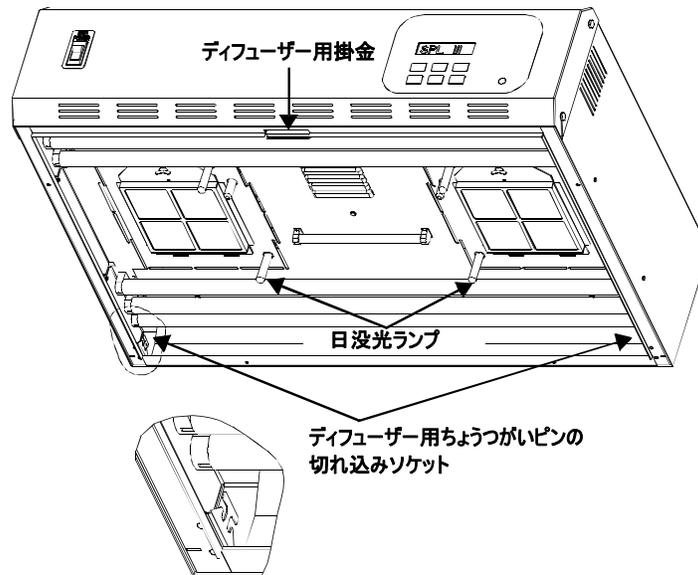

図 11 ディフューザーを取り付ける光源装置
5. 光源装置本体後部の後角にある隙間のソケットの前に、ディフューザーのちょうつがいピンを挿入します。（図 11 参照）